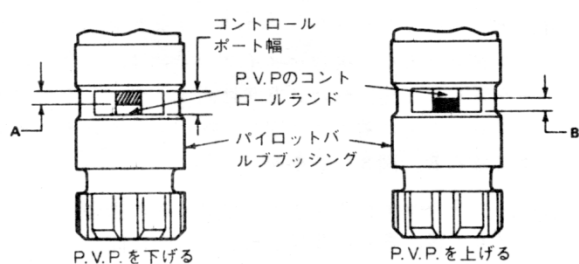

図3-24. プラジャーセンタリング基準図
パイロットバルブプランジャーのセンターはプラグ (77) を取り、プラグ穴からコントロールポートを通してパイロットバルブプランジャーの位置を調べる。図 3-24 参照。